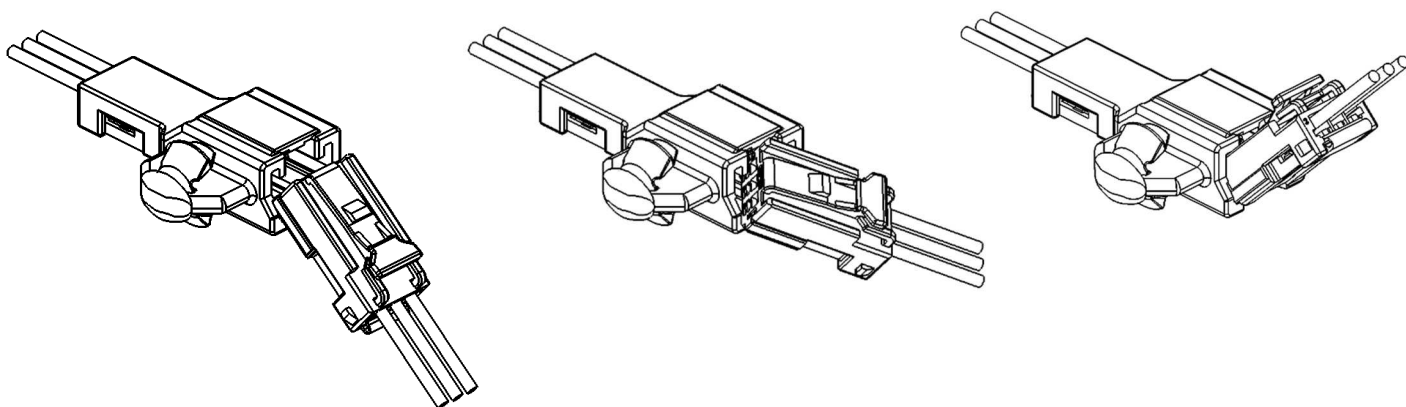

図 38.コネクタ無理嵌合姿勢
- ①コネクタを正規の向き以外、もしくは図 38 に示すような姿勢で無理に押し込まないで下さい。